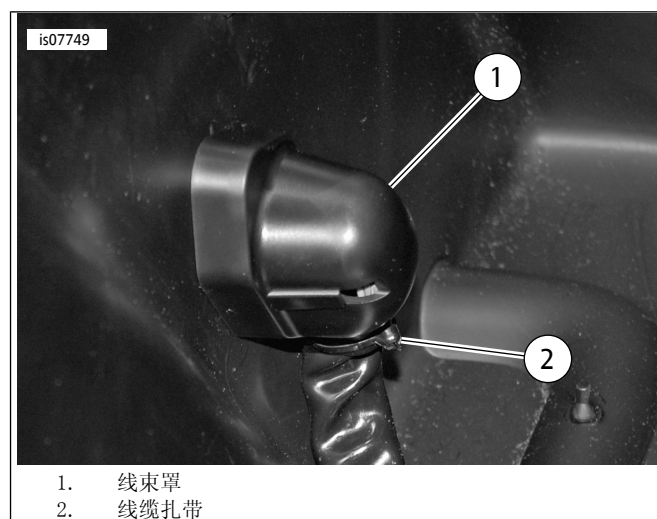

图5。线束罩
- 参见图5。在18路连接器上卡入线束罩（1）。使用线缆扎带（2）进行固定。安装放大器之后，在边箱内布设线束。